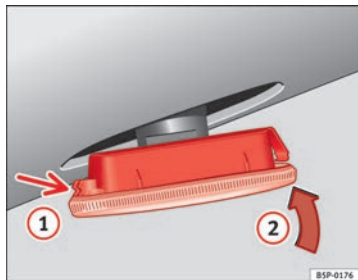

Abb. 164 Seitliche Blinker
- Setzen Sie den Blinker durch Einrasten der Halterungen **(1)** ⇒ Abb. 164 zuerst in die Aufnahme in der Karosserie und anschließend in Pfeilrichtung **(2)** ⇒ Abb. 164 ein. ■